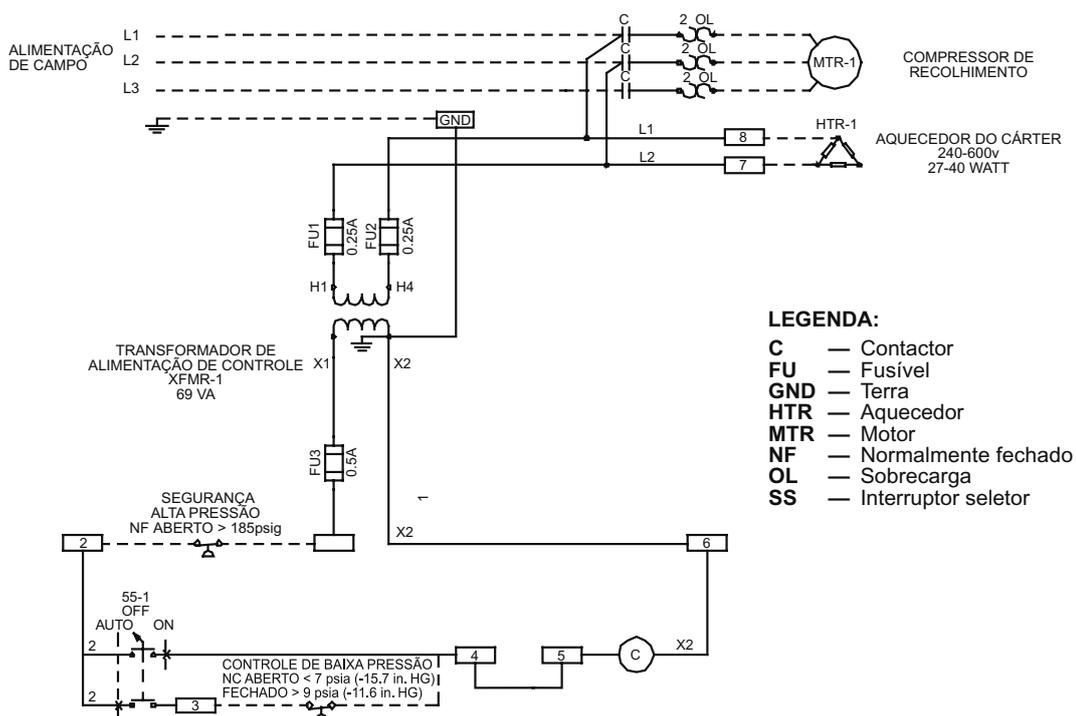

Fig. 41 – Diagrama da fiação da unidade de recolhimento 23XRV
4. O óleo deve estar visível no visor de nível do compressor da unidade de recolhimento em qualquer condição de operação e durante o desligamento. Se o nível de óleo estiver baixo, adicione óleo conforme descrito na seção 'Manutenção do sistema opcional de recolhimento' na página 80. O diagrama elétrico do controle da unidade de recolhimento é mostrado à Fig. 41.